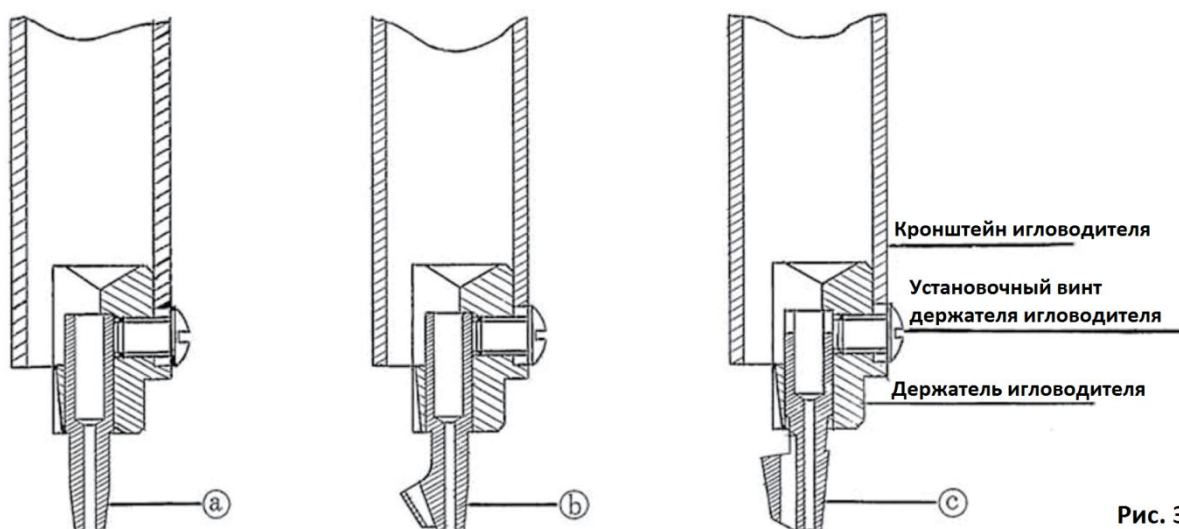

Рис. 3
5. Иглы, игловодители и нитки (рис. 3)
Типы игловодителей, используемых на машине CS-530, представлены на рис. 3: